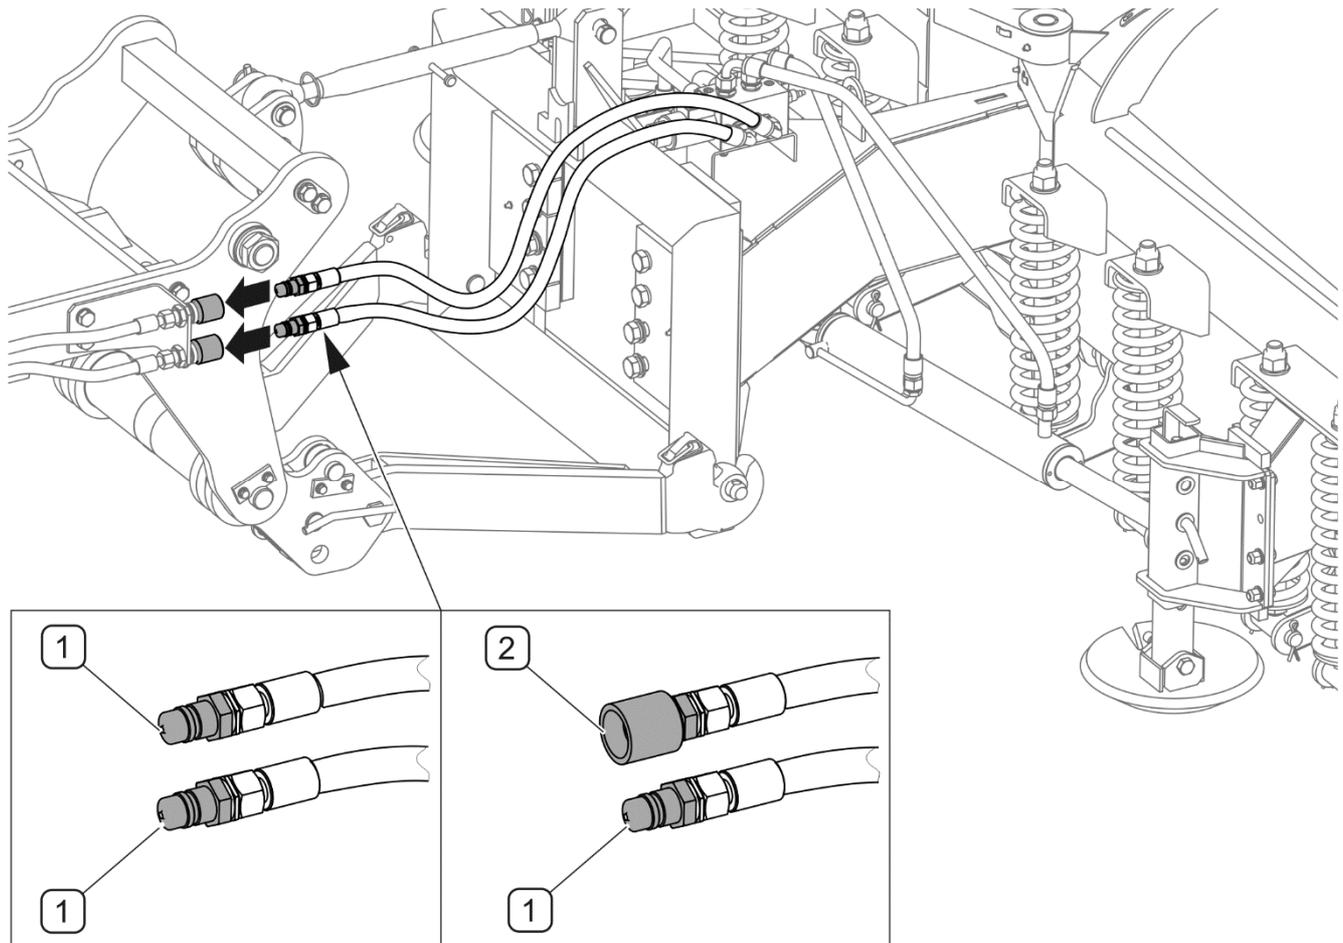

ABBILDUNG 4.2 Anschließen der Hydraulik
Die hydraulischen Schnellkupplungen des Pfluges (ABBILDUNG 4.2) müssen an zwei Anschlüsse des gleichen Hydraulikkreises der externen Hydraulik des Trägerfahrzeugs angeschlossen werden. Je nach Ausrüstungsvariante kann die Maschine mit zwei Steckanschlüssen (1) oder einem Steckanschluss (1) und einem Hydraulikanschluss (2) ausgerüstet sein.